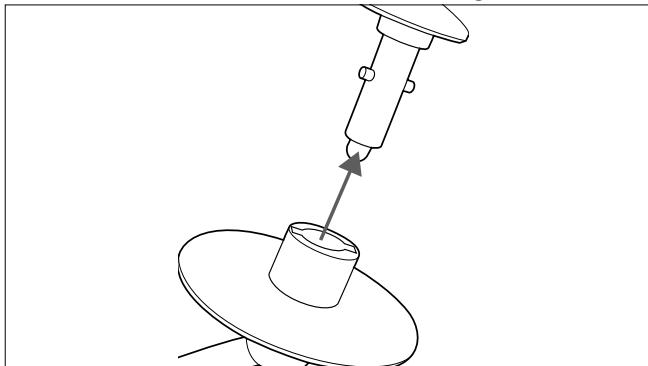

Fig. 6 – Far scorrere l'accessorio di mescolamento sul supporto
- Inserire l'accessorio di mescolamento nel supporto nel braccio meccanico dal basso (vedere Fig. 6).